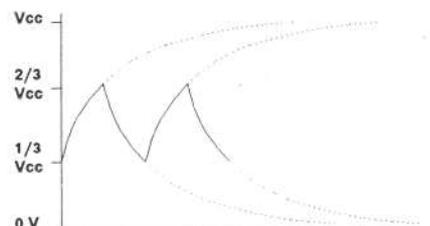

Figure 4 : oscillogramme sur l'entrée moins de l'oscillateur
- Sur l'entrée "moins" : une dent de scie, correspondant aux charges et décharges de C1 qui essaye indéfiniment d'atteindre les limites de $1/3$ et $2/3$ de l'entrée "plus" (voir figure 4).